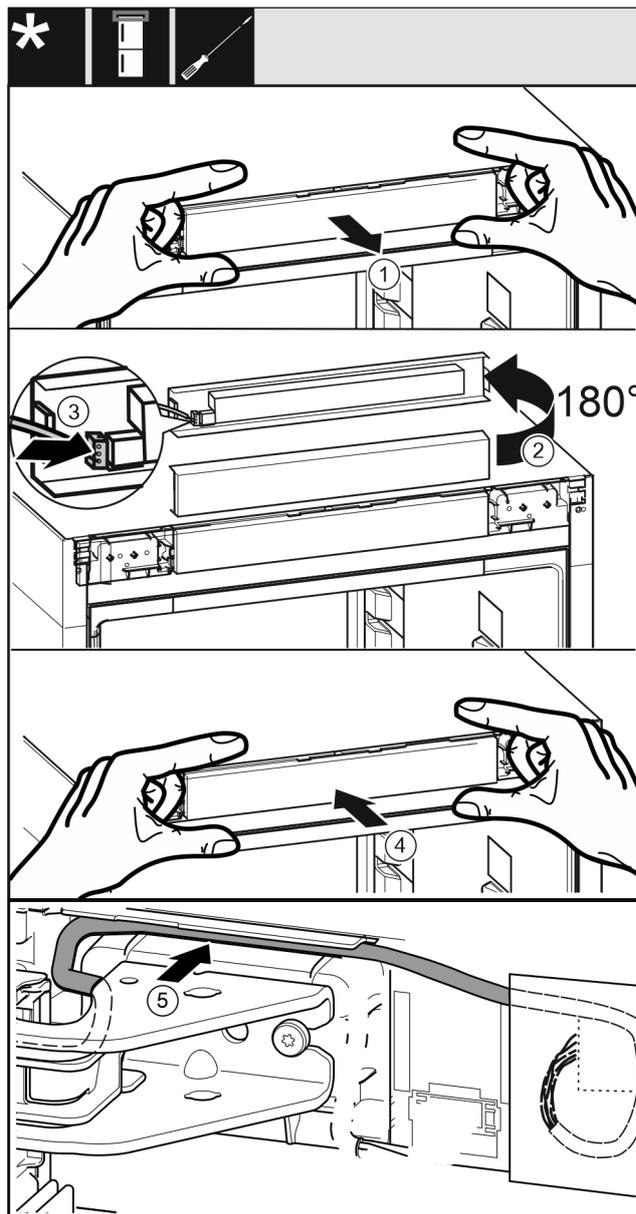

Fig. 44
- ▶ Estrarre con cautela la maschera di comando Fig. 44 (1).
- ▶ Ruotare la maschera di comando Fig. 44 (2) di 180° verso l'alto.
- ▶ Innestare la spina Fig. 44 (3) nella maschera dell'elemento di comando.
- ▶ Innestare di nuovo la maschera di comando Fig. 44 (4) sull'apparecchio.
- ▶ Posare con cautela il cavo Fig. 44 (5) nella guida sopra il blocco di supporto superiore.